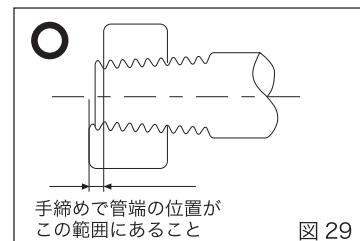

図 29
③ねじゲージ(7ページ 特別付属品 参照)を手締めいっぱいねじ込んで、管端部が図29の位置であれば使用可です。